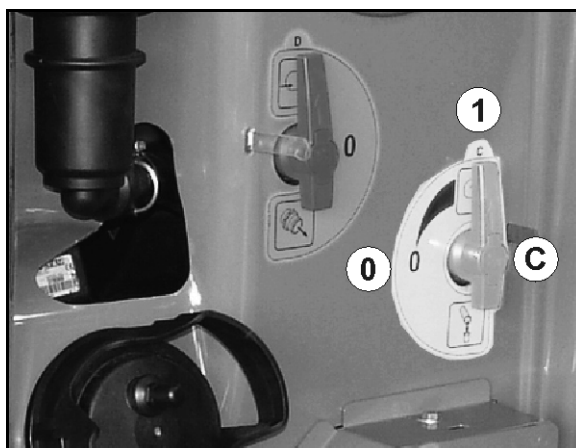

Fig. 53
- Støttefoden er sænket (Fig. 53), når redskabet er koblet fra.